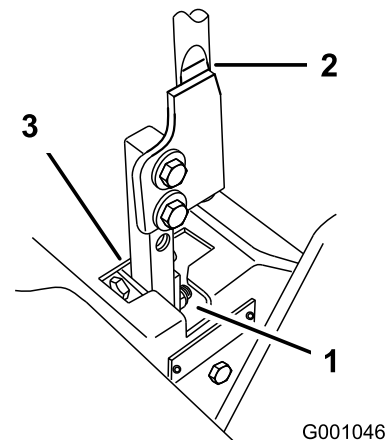

Figure 67
5. Placez le levier au point mort, sans le verrouiller (Figure 67).
6. Tirez le levier en arrière jusqu'à ce que l'axe de chape (situé sur le bras au-dessous de l'axe de pivot) touche l'extrémité de la fente (c.-à-d. commence juste à appuyer sur le ressort) (Figure 67).
7. Vérifiez la position du levier par rapport au cran de la console (Figure 67). Il doit être centré de façon à pouvoir pivoter vers l'extérieur jusqu'à la position de verrouillage du point mort.